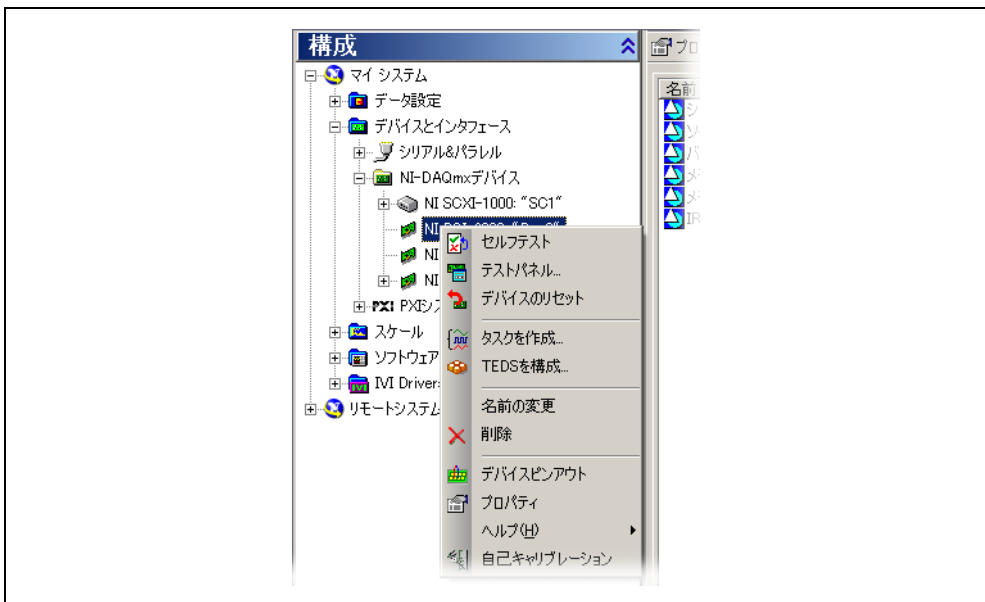

図 3 ツリー構図ショートカットメニュー
- b. 図 3 に示される**セルフテスト**を選択します。
ヒント ハードリセットでデバイスをリセットする必要がある場合は、デバイスを右クリックし、図 3 に示されるショートカットメニューから**デバイスのリセット**を選択します。
2. NI-DAQmx デバイスの下にあるデバイスを右クリックして、図 3 に示される**テストパネル**を選択します。